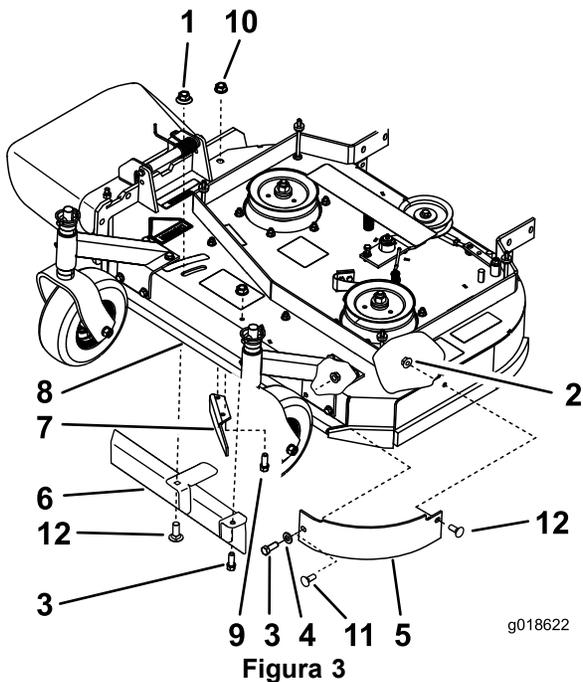
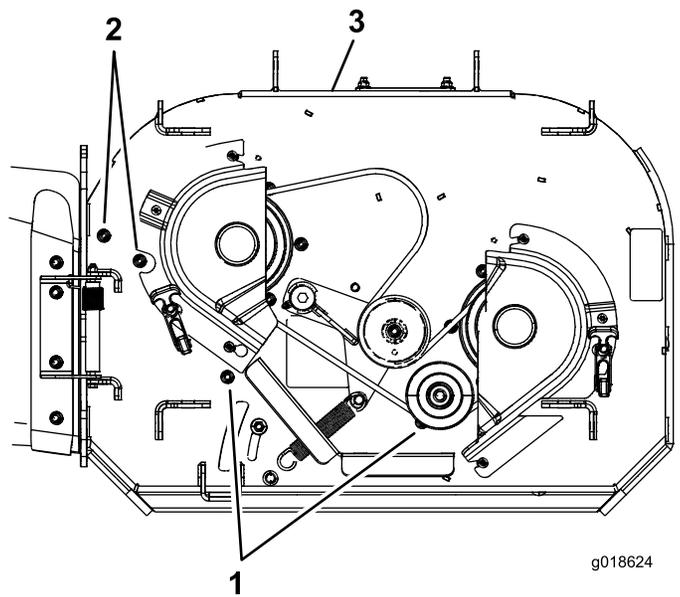

Figura 3
Figura 4
1. Retire a cobertura da correia do cortador da plataforma do cortador (Figura 3).
2. Retire os parafusos, anilhas e porcas flangeadas que seguram o abafador frontal esquerdo (Figura 3).
4. Retire os parafusos e porcas flangeadas que seguram o abafador frontal esquerdo (Figura 3 ou Figura 4). Instale as porcas e parafusos para tapar os furos depois de o abafador ser removido.
5. Retire a porca flangeada grande ou bloqueio do excêntrico e anilha desaparafusando do abafador de fluxo ajustável (Figura 3).
6. Retire o parafuso que prende o abafador de fluxo ajustável (Figura 3).